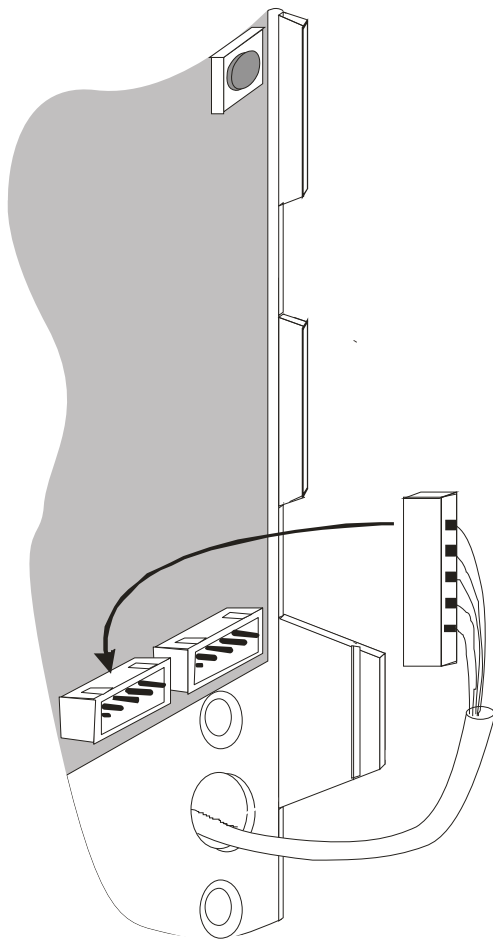

Рис. 13
**6.1.7.** Пинцетом или при помощи отвёртки, извлеките кабель из паза (для доступа к отверстию крепления замка рис. 13). Закрепите винтами М5х35 корпус замка на двери, предварительно сняв крышку и установив на замке режим "OPEN". Уложить кабель от разъёма Х3 на место.
**6.1.16.** Соедините разъём кабеля от ручки набора кода с соответствующим разъёмом платы управления (рис. 13).